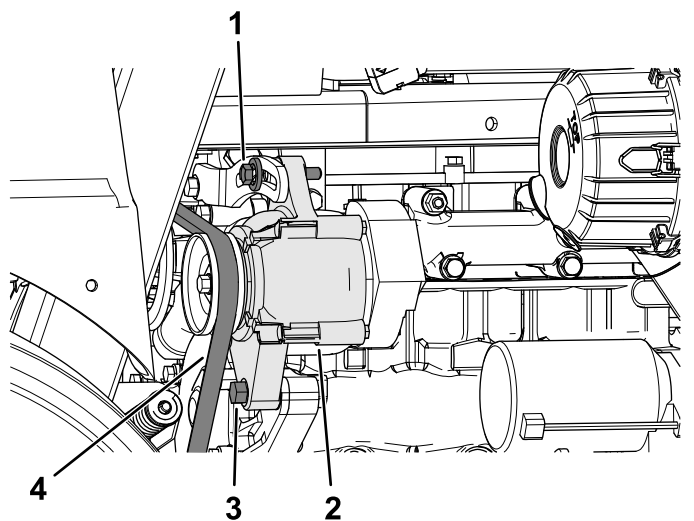

Bild 88
5. Lösen Sie die Drehschraube der Lichtmaschine und die Arretierschraube (Bild 88).
7. Ziehen Sie die Arretierschraube der Lichtmaschine an (Bild 88).
8. Ziehen Sie die Drehschraube der Lichtmaschine an (Bild 88).